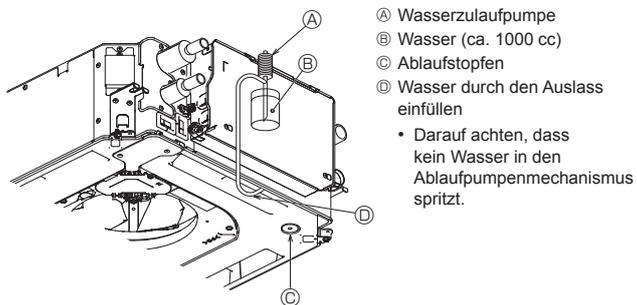

Fig. 7-10
7.4. Überprüfung der Drainage (Fig. 7-10)